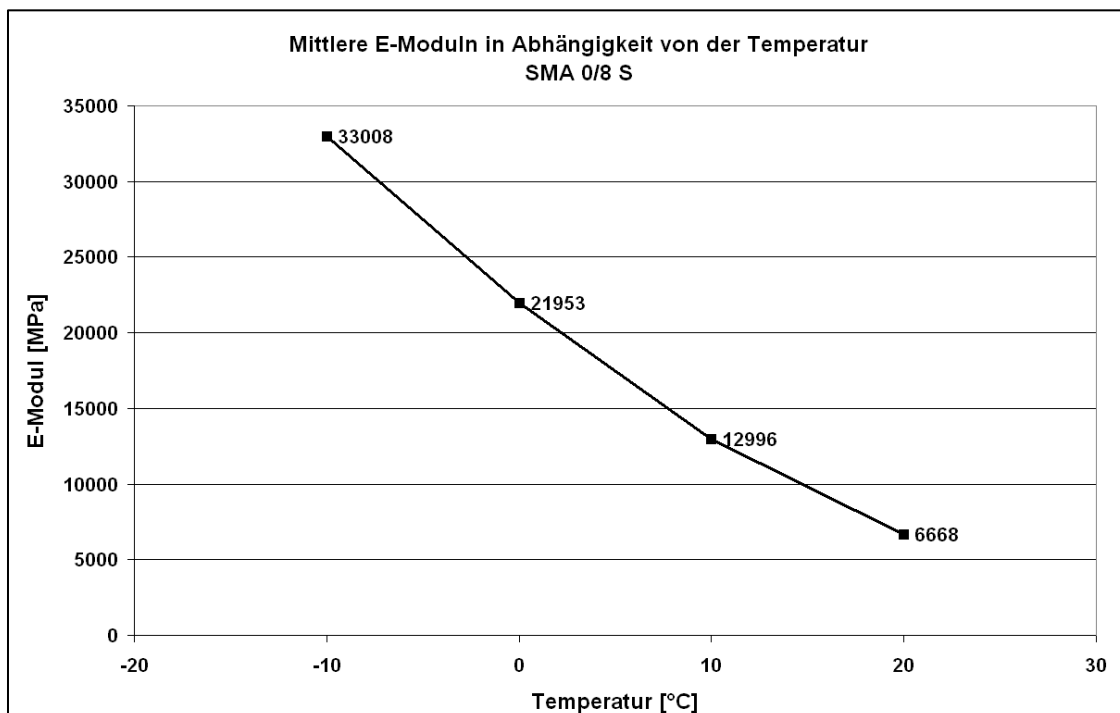

Bild 1: Mittlere E-Moduln in Abhängigkeit von der Temperatur
- Die Durchführung von Spaltzugschwellversuchen ergab für einen SMA 8 S die in Bild 1 dargestellte Abhängigkeit zwischen E-Moduln und Temperatur. Bestimmen Sie den E-Modul des SMA 8 S an der Unterseite der Asphaltdeckschicht in einer Tiefe von 4 cm bei einer Oberflächentemperatur von $-5\text{ }^{\circ}\text{C}$.